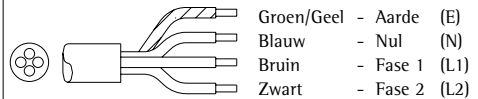

fig. 6
- (fig.6) Bij 380V-415V 2 fase/nul (4 aderige kabel).